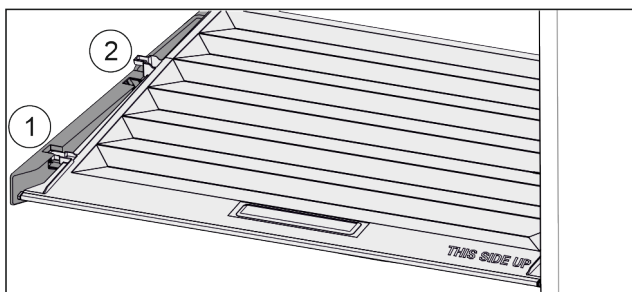

Fig. 94
- Потянуть крышку до отверстия в поддерживающих деталях вперед Fig. 94 (1).
- Поднять сзади снизу и извлечь Fig. 94 (2) движением вверх.